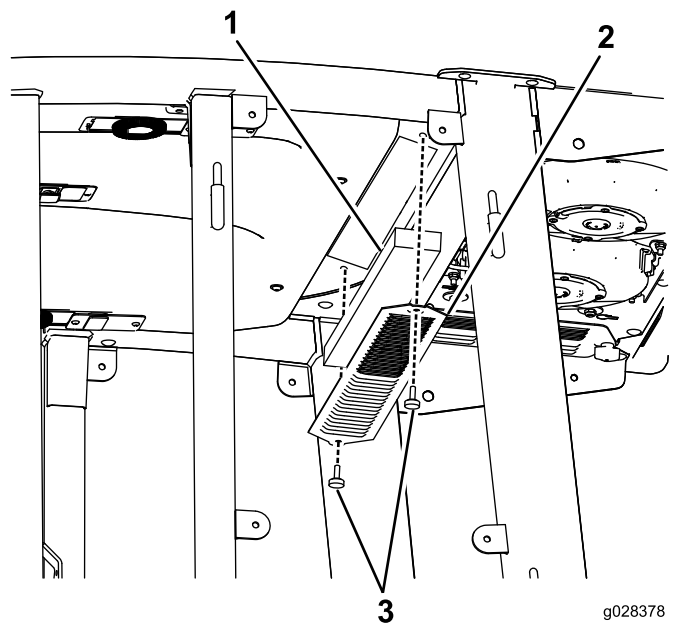

Figura 137
3. Retire o teto da cabina removendo os 22 parafusos que prendem o teto (Figura 137).
4. Retire os filtros (Figura 137).
5. Retire e limpe as bobinas do ar condicionado (Figura 137).